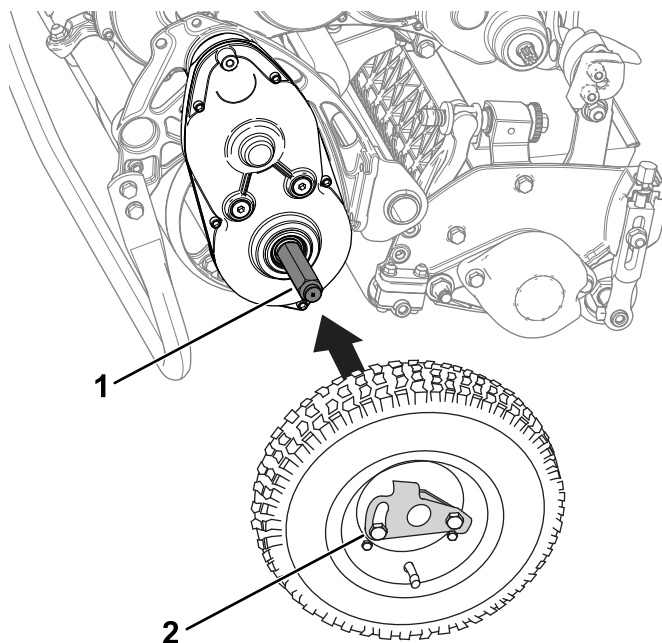

图 18
2. 将行走轮滑动到轴上 图 18。
3. 转动行走轮锁定夹 图 18 使其离开轮的中心将行走轮滑动到轴上。